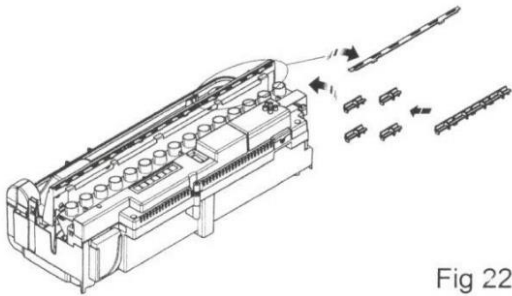

Fig 22
4. Trennen Sie die elektrische Verbindung zu den Verneblern auf der rechten Seite des Sammelbehälters. (Abb. 22).